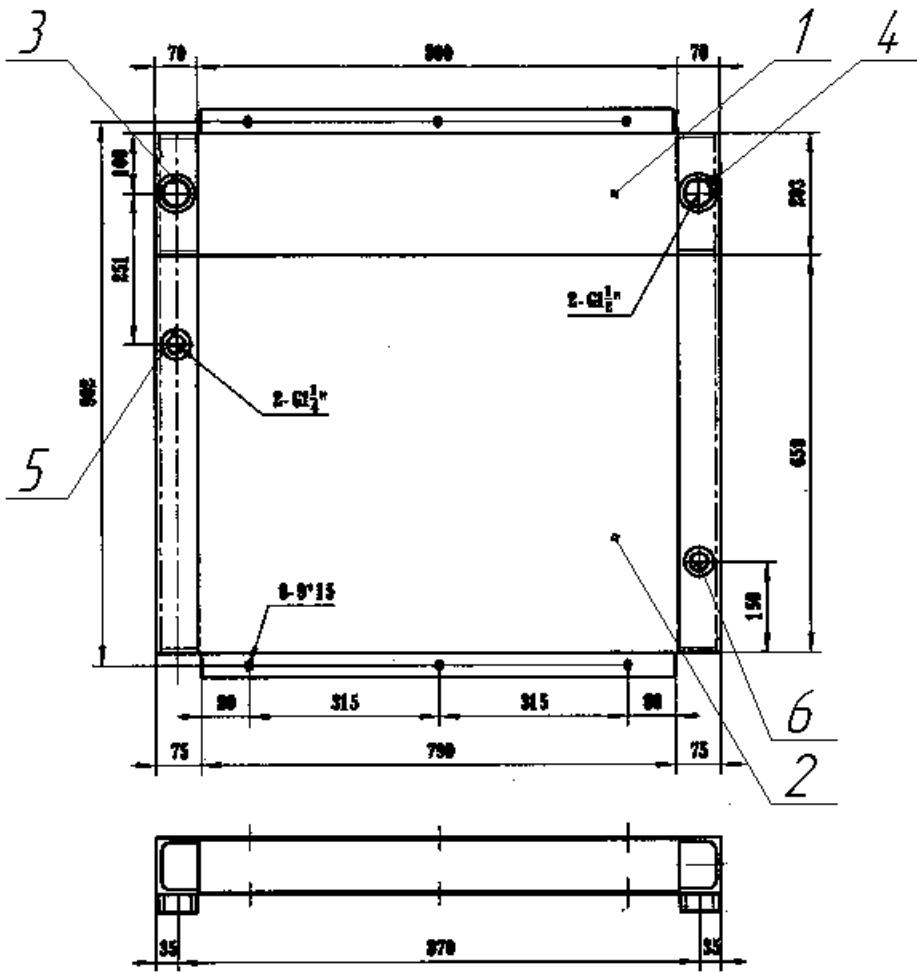

Рисунок 7. Охладитель.
4.1.4 Охладитель (рис. 7) двухсекционный, пластиначатого типа, изготовлен из алюминиевого сплава, служит для охлаждения воздуха и масла.